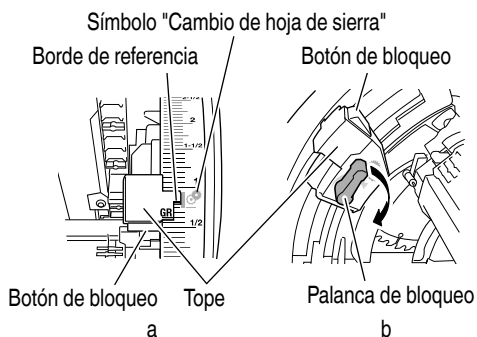
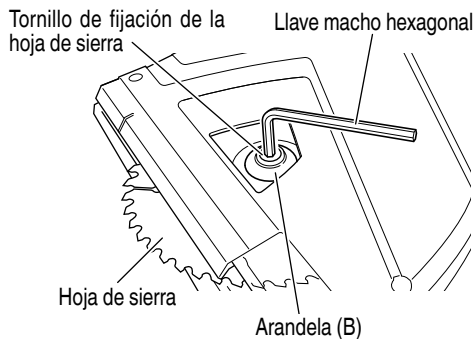

Fig. 13
Fig. 14
- (1) Retire completamente el serrín que se haya acumulado en el husillo, el tornillo y las arandelas.
- (2) Presione y deslice el botón de bloqueo.
- (3) El borde de referencia se desplaza al símbolo "Cambio de hoja de sierra". (Fig. 13-a)
- (4) Vuelva a soltar el botón de bloqueo.
- (5) Gire la palanca de bloqueo en el sentido de las agujas del reloj hasta el tope (Fig. 13-b)
- (6) Pulse el botón de desactivación del bloqueo hacia delante y baje un poco la sección del motor. Vuelva a soltar el botón de desactivación del bloqueo.
- (7) Presione la sección del motor hacia abajo hasta que encaje en el tope.
- (8) Gire lentamente el husillo de la sierra con la llave macho hexagonal en el tornillo de fijación de la cuchilla de la sierra hasta que el bloqueo se bloquee.
- (9) Destornille el tornillo de fijación de la hoja de sierra en sentido contrario a las agujas del reloj y extraiga la arandela (B). Retire la hoja de sierra. (Fig. 14)